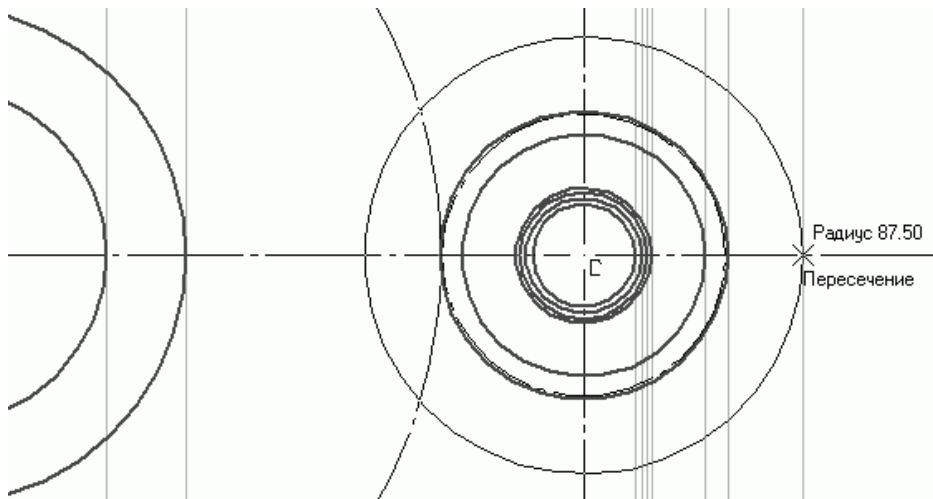

Рис. 2.103. Процесс построения крышек подшипников и выходного конца ведущего вала
3. Создайте в главном виде новый слой с названием **Крышки** и сделайте его текущим. Сформируйте в нем изображения крышек главного вида, а также фрагмент ведущего вала, торчащий из отверстия сквозной крышки. Это совсем не сложно: просто стройте по очереди окружности, привязывая их радиусы к вспомогательным прямым, проходящим через характерные точки вида сверху (рис. 2.103). Перед началом ввода окружностей не забудьте изменить стиль линии на **Основная**.